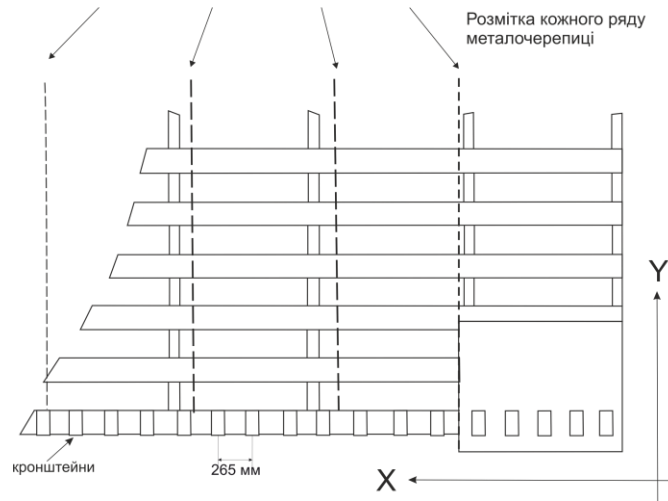

Рисунок 2. Розмітка ската
3.8 Монтаж металочерепиці починається з розмітки ската (перпендикулярно карнизу, осі X, Y) карниз при цьому повинен бути рівним (рис.2).
3.9 За карнизом встановлюються стартові кронштейни (рис. 2).
3.10 Перший ряд металочерепиці укладається на спеціальний стартовий кронштейн, встановлений біля карнизу на обрешітці по всьому краю покрівлі, наліво (рис. 2).